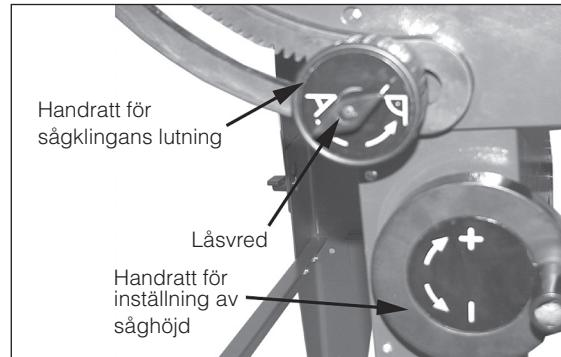

Bild 16.
- Justera såghöden med handratten på motorboxen (Bild 16).